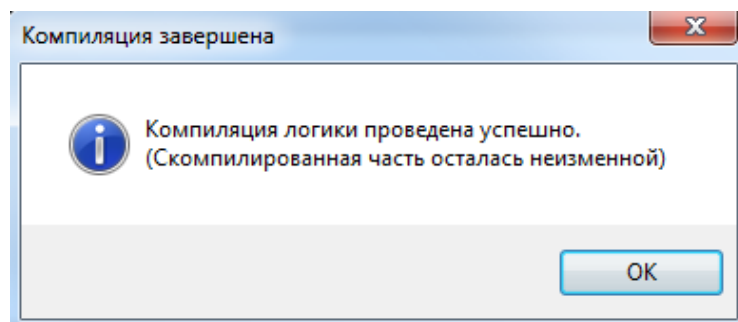

Рисунок 4.24
4.5.4 В случае успешной компиляции логики, будет выдано соответствующее сообщение (см. рисунок 4.24).